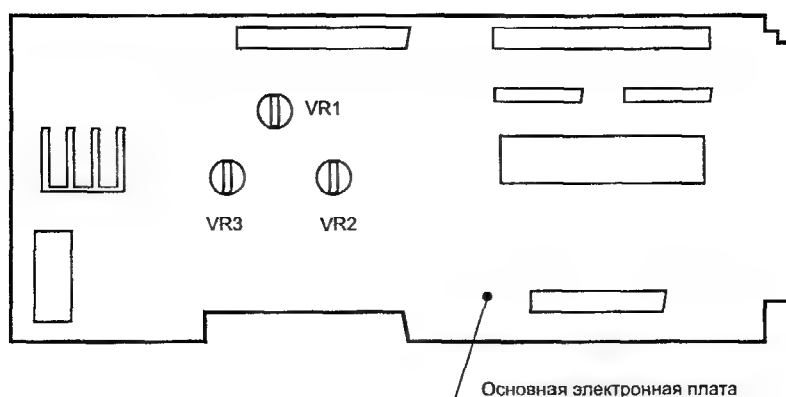

Рис. 144
Регулировка. 1. Снимают переднюю крышку аппарата. С левой стороны аппарата вертикально расположена основная плата электроники (рис. 144). Устанавливают движок переменного резистора VR1 в положение в положение «12 часов».
1. Устанавливают движки переменных резисторов VR2 и VR3 (см. рис. 144), так, чтобы их